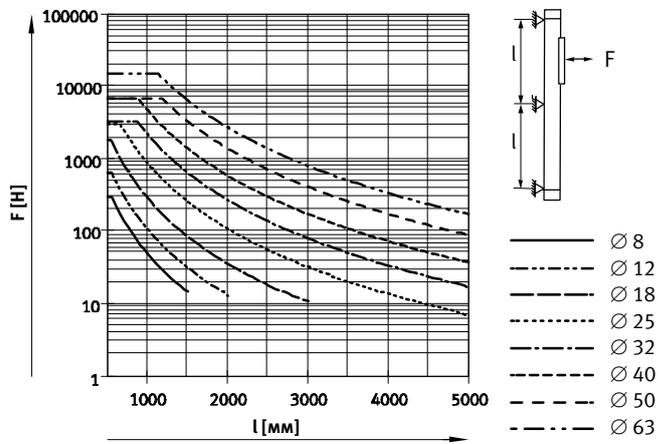

Fig. 6 Отображает расстояния между опорами, необходимые в зависимости от монтажного положения
- Учитывать вес привода DGC. В зависимости от исполнения изделие весит более 150 кг. Для перемещения следует расположить ленточные транспортеры, соблюдая допустимые расстояния между опорами (расстояния между опорами → Fig. 6).
- Для профильных креплений MUC использовать расстояния между опорами (l) → Fig. 6.